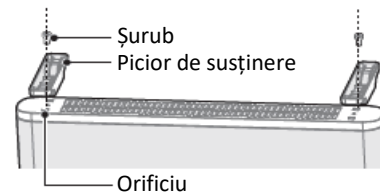

Figura 2
2. Așa cum este prezentat în figura 2, îndepărtați picioarele de susținere. Orientați bușa de pe piciorul de susținere spre orificiu, apoi împingeți piciorul de susținere până când orificiul din piciorul de susținere se potrivește cu orificiul din aparat.